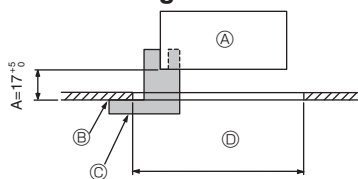
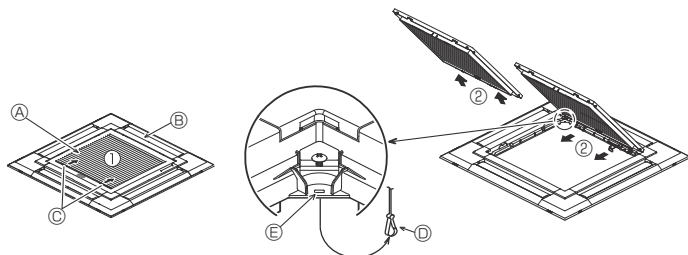
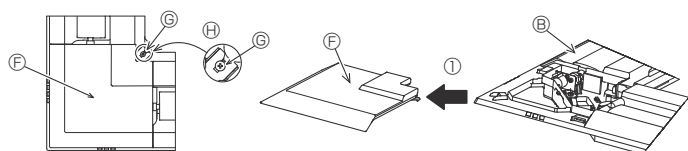

Fig. 9-2
Fig. 9-3
Fig. 9-4
①	Γρίλιες	1	950 × 950 (χιλ)
②	Μετρητής εγκατάστασης	1	(Χωρίζεται σε 4 μέρη)
③	Βίδα (4 × 16)	1	Για PLP-6EAE, PLP-6EALME2
④	Γωνιακό πλαίσιο του i-see sensor	1	Για PLP-6EAE, PLP-6EALME2
⑤	Ασύρματο τηλεχειριστήριο	1	Για PLP-6EALME2, PLP-6EALME2
⑥	Βάση τηλεχειριστηρίου	1	Περιλαμβάνεται όταν υπάρχει το ασύρματο τηλεχειριστήριο. *
⑦	Μπαταρίες LR6 AA	2	Περιλαμβάνεται όταν υπάρχει το ασύρματο τηλεχειριστήριο. *
⑧	Λαμαρινόβιδες 3,5 × 16	2	Περιλαμβάνεται όταν υπάρχει το ασύρματο τηλεχειριστήριο. *
9.2. Προετοιμασία στις γρίλιες για την τοποθέτησή τους (Fig. 9-2)
- Χρησιμοποιώντας τον μετρητή ② που παρέχεται μαζί με αυτό το kit, προσαρμόστε και ελέγξτε την τοποθέτηση της κύριας μονάδας σε σχέση με την επιφάνεια της οροφής. Εάν η κύρια μονάδα δεν τοποθετηθεί σωστά σε σχέση με την επιφάνεια της οροφής, μπορεί να επιτρέψει διαρροές αέρα ή να προκληθεί συγκέντρωση σταγόνων λόγω συμπύκνωσης.
- Ⓒ Μετρητής εγκατάστασης ② (έχει εισαχθεί στην κύρια μονάδα)
9.2.1. Πώς αφαιρούνται οι γρίλιες εισόδου αέρα (Fig. 9-3)
- Σύρετε τους μοχλούς προς την κατεύθυνση που δείχνει το βέλος ① για να ανοίξετε τις γρίλιες εισόδου αέρα.
- Με τις γρίλιες εισόδου αέρα στη θέση "open" ("ανοιχτές"), βγάλτε τον αρθρωτό τους σύνδεσμο από τις γρίλιες όπως δείχνει το βέλος ②.
9.2.2. Πώς αφαιρείται το γωνιακό πλαίσιο (Fig. 9-4)
- Ξεσφίξτε τις 4 βίδες στη γωνία. Σύρετε το γωνιακό πλαίσιο στην κατεύθυνση του βέλους ① στην εικόνα και αφαιρέστε το γωνιακό πλαίσιο.
[Fig. 9-3] [Fig. 9-4]